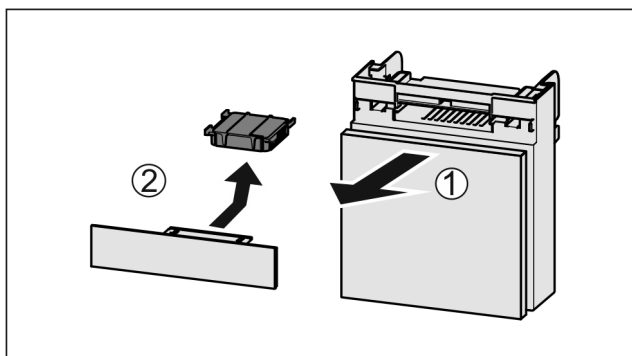

Fig. 54
- ▶ Extraire le compartiment par l'avant Fig. 54 (1).
- ▶ Sortir le filtre à charbon actif Fig. 54 (2).